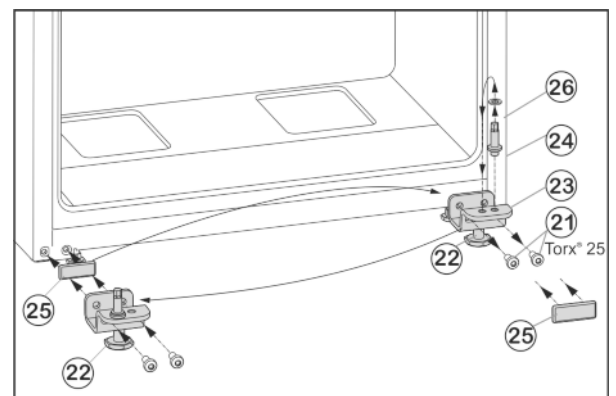

Fig. 7
- ▶ Befestigungsschrauben Fig. 7 (21) abschrauben.
- ▶ Lagerbock unten Fig. 7 (23) komplett mit Lagerbolzen Fig. 7 (24), Scheibe Fig. 7 (26) und Stellfuß Fig. 7 (22), abnehmen.
- ▶ Lagerbolzen Fig. 7 (24) komplett mit Scheibe Fig. 7 (26) abschrauben, in das gegenüberliegende Aufnahmeloch des Lagerbocks umsetzen und wieder festschrauben.
- ▶ Abdeckplatte Fig. 7 (25) vorsichtig abnehmen und auf die Gegenseite umsetzen.
- ▶ Lagerbock unten *Fig. 7 (23)* komplett mit Lagerbolzen *Fig. 7 (24)*, Scheibe *Fig. 7 (26)* und Stellfuß *Fig. 7 (22)* auf der neuen Scharnierseite ggf. mit Hilfe eines Akkuschraubers **fest (mit 4 Nm)** wieder anschrauben.
- ▶ Untere Tür von oben auf Lagerbolzen *Fig. 7 (24)* aufsetzen.
- ▶ Lagerbock Mitte (13) um 180° gedreht in die untere Tür einsetzen und mit Befestigungsschrauben (11) (2 mal Torx® 25) auf die neue Scharnierseite **fest (mit 4 Nm)** anschrauben.
- ▶ Kunststoffscheibe (10) wieder aufsetzen.
- ▶ Stellfuß *Fig. 7 (22)* am Lagerbock unten *Fig. 7 (23)* herausdrehen, bis er auf dem Boden aufliegt.